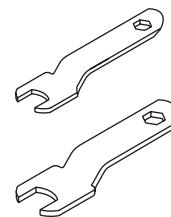

Figura 3 - Llaves
2. Ajuste firmemente el mandril portapieza con llaves (incluidas con algunos modelos) (Vea la Figura 3 y 4). Aplique una llave a la tuerca del mandril y la otra al eje. Gire la llave de la tuerca del mandril hacia la derecha, mientras al mismo tiempo gira la otra llave en la dirección opuesta. Asegúrese de que el vástago no quede posicionado incorrectamente.